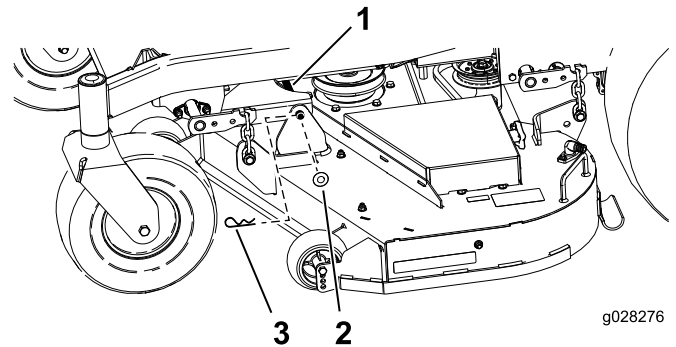

Bild 73
- Nehmen Sie den Splint und die Scheibe ab, mit denen der Steckstift am Rahmen und Mähwerk befestigt ist, und nehmen Sie die Lenkerstange ab (Bild 73).
9. Befestigen Sie den Steckstift mit den vorher entfernten Splinten und Scheiben (Bild 73).